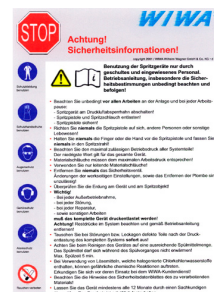

Imagen 2.2.3
- Información de seguridad (Imagen 2.2.3)